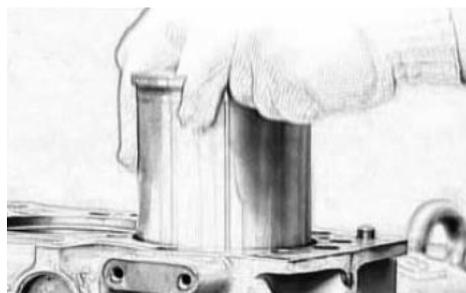

Fig 5-7 Wet Sleeves Installation
1.7 Нанесіть трохи масла на ущільнювальні кільця. Простовхніть муфти в блок циліндрів руками. Якщо дуже складно, можете використовувати дерев'яний брусок, постукайте по бруску, щоб муфти зайняли своє положення на блоці. Головна поверхня муфт має бути на 0,05-0,12 мм вище над площиною циліндра (див. рис. 5-7 Встановлення мокрих муфт)